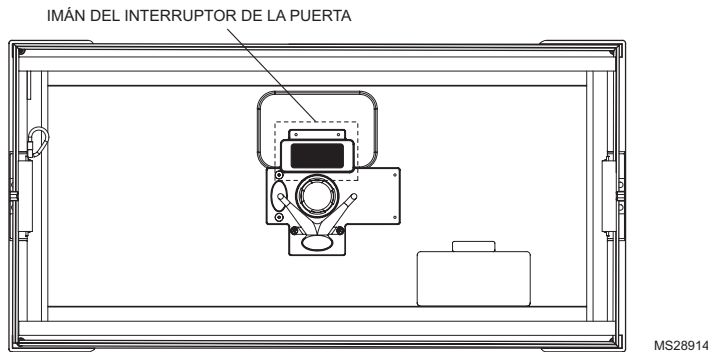

Fig. 16. Imán del interruptor de la puerta
- a. Fije la puerta del limpiador de aire mejorado Honeywell al gabinete. Existe un imán en la puerta (ver Fig. 16) que se utiliza para activar un interruptor de seguridad del suministro eléctrico cuando se instala la puerta. El suministro eléctrico no energizará el limpiador de aire, a menos que el interruptor de seguridad esté activado.
**NOTA:** existe un imán en la puerta (ver Fig. 16 en la página 19) que se utiliza para activar un interruptor de seguridad del suministro eléctrico cuando se instala la puerta. El suministro eléctrico no energizará el limpiador de aire, a menos que el interruptor de seguridad esté activado.